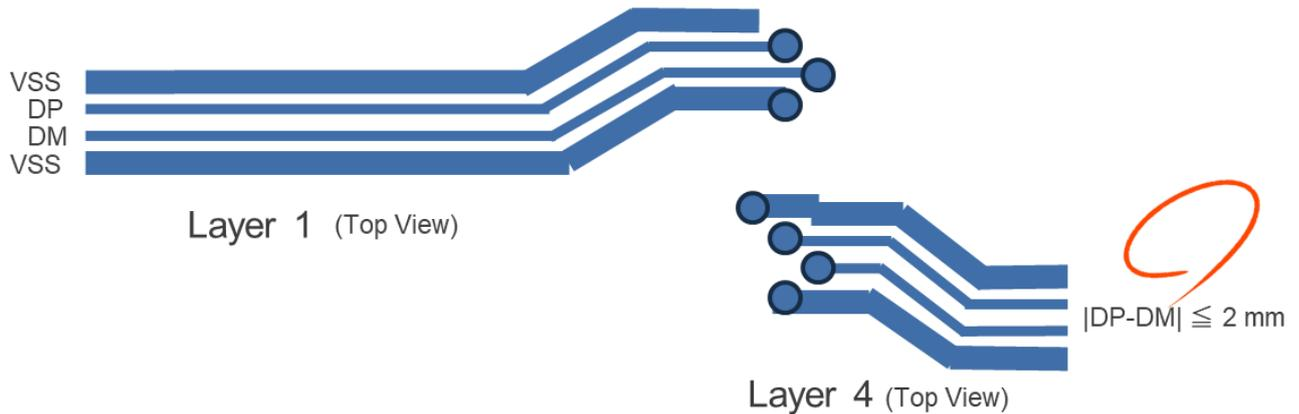

図 16. USB/差動対の推奨設計イメージ図 (平面図)
- ・差動信号 (DP,DM) は、差動インピーダンス $90 \Omega \pm 10 \%$ でペア配線 (等長, 平行, 等幅, 同曲げ数, 同 TH 数) 設計する。配線長差の目安は 2 mm 以内。USB/VSS でシールドする (図 16)。シールド出来ない場合、他信号 (特に、大電流が流れるパターンや高速信号パターン) と隣接並走させない。極力交差もさせない。隣接層の-slot/スリットも回避する。